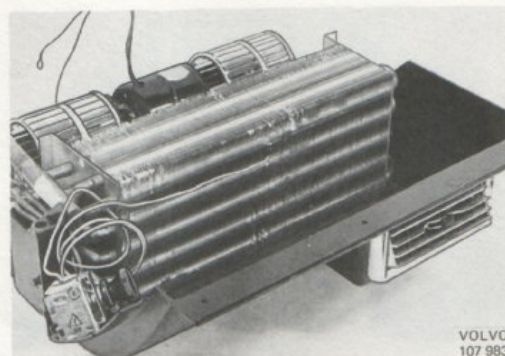

Bild 35. Placering av känselkropp i förångare
5. Placera den nya förångaren i husets underdel samt tryck in den dubbelvikta änden av känselkroppen mellan förångarens flänsar. Känselkroppen trycks in i överkanten och snett neråt enligt bild 35.